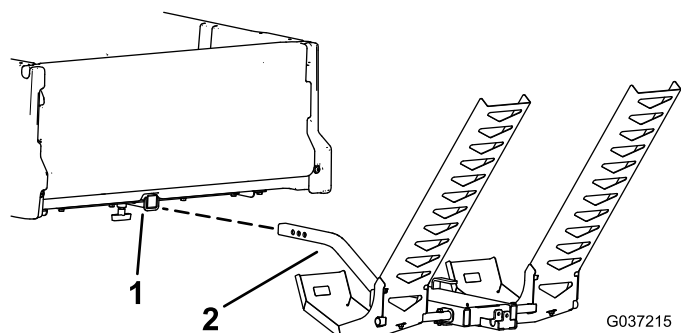

Bild 7
6. Führen Sie die zusammengebaute Halterung für den Handstreuwagen in das Aufnahmerohr der Maschine ein (Bild 7).